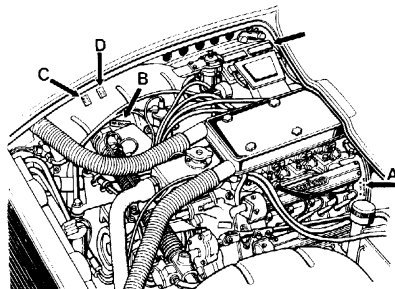

Fig. 3
DATI PER L'IDENTIFICAZIONE DELLA VETTURA (Fig. 3)
La vettura è contraddistinta da un particolare numero d'identificazione stampigliato sul lato destro del telaio nel vano motore (Fig. 3/B).
Il motore ha il numero stampigliato sul basamento parte posteriore sinistra (Fig. 3/A).
- Riassuntiva con i numeri di telaio e omologazione italiana posta sul passaruota destro vano motore (Fig. 3/D).
- Omologazioni europee per il rumore sistemata sempre sul passaruota destro vano motore (Fig. 3/C).
IDENTIFICATION DATA OF THE CAR (Fig. 3)
The car is marked by a particular identification number which is stamped on the right side of the chassis, in the engine compartment (Fig. 3/B).
The engine number is stamped on the left rear part of the engine block (Fig. 3/A).
- Summarizing plate, with frame and Italian homologation numbers, placed on the right wheel housing, inside the engine compartment (Fig. 3/D).
- European homologation for noise; this plate is always placed on the right wheel housing, inside the engine compartment (Fig. 3/C).